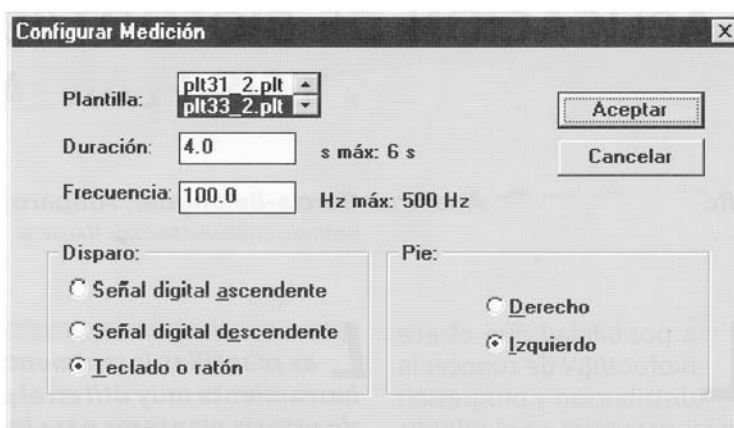

FIGURA 1: Ventana de configuración de medición de la aplicación Biofoot/IBV.
- Configure la medida en la opción **Medición** del menú **Sesión de medida**. Ajuste el tiempo de manera que capture al menos dos pisadas completas del sujeto con el pie estudiado (véase figura 1).